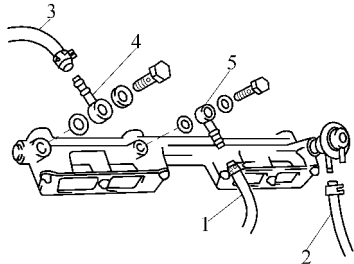

图 2-104 将特种软管连接到 3 个接头上
2) 将特种接头（喷射测量工具套件）和软管安装到出油管上，将燃油回油软管连接到压力调节器上，将特种软管（喷射测量工具套件）连接到 3 个接头上，如图 2-104 所示。